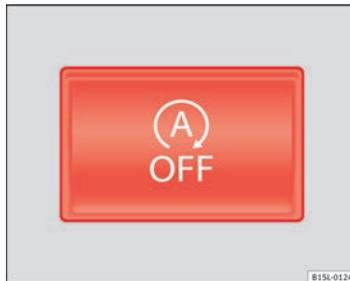

Abb. 97 In der Mittelkonsole oben: Taster für Start-Stopp-System.
- Taste  in der Mittelkonsole drücken ⇒ Abb. 97.